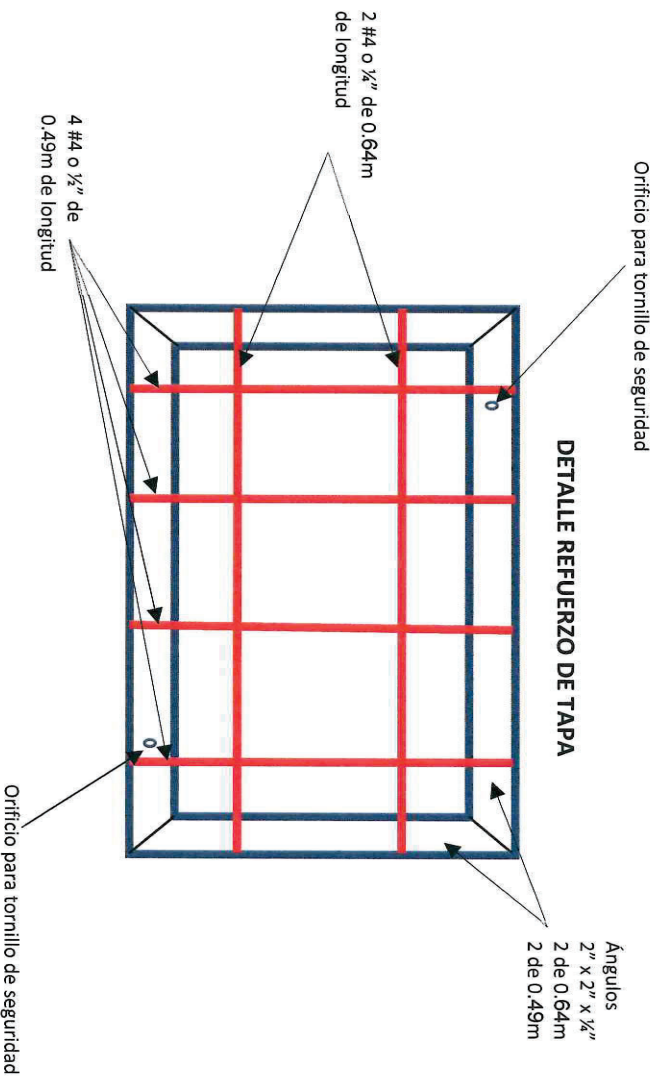

Imagen 2: Especificaciones para el detalle de refuerzo de tapa de registro#1.
- Para el registro1 fabricar tapa de concreto de 50 x 65cm con ángulo de acero de 2" X 2"x 1/4", reforzado en concreto y acero con orificio para tornillo de seguridad y con FC= 4000 psi. según las especificaciones en la imagen2.